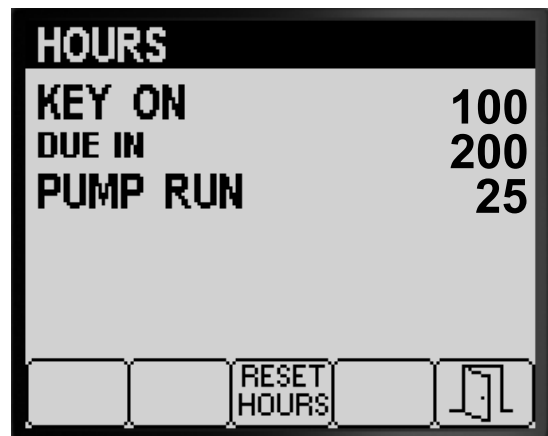

图 81
3. 使用屏幕上显示的计数器信息图 81 确定以下各项
4. 要重置所有计数器信息的小时数请按 3 号按钮 图 81。
5. 按 5 号按钮可退出 HOURS 时数屏幕然后返回至 SERVICE 维护屏幕 图 81。